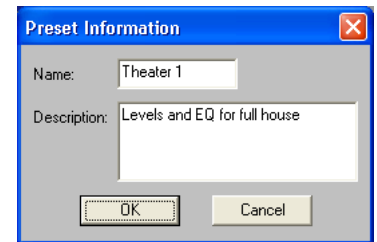

ABBILDUNG 4-3: Dialogfeld "Preset Information" (Voreinstellung-Informationen)
6. Das Dialogfeld "Preset Information" wird eingeblendet (siehe Abb. 4-3).